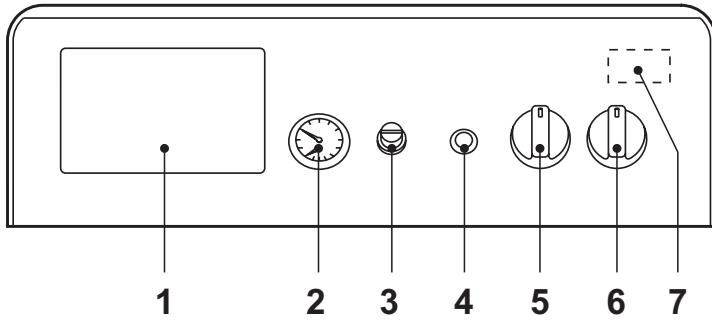

рис. 1 - Панель управления
- Установите главный выключатель "6" в положение 1 (рис. 1).
- Если котел оборудован электронным терmostатическим блоком управления, установленным в положении 1 на рис. 1, пользователь должен также соблюдать инструкции, предоставляемые изготовителем данного блока.
Задайте с помощью термостата температуру воздуха в помещении нужную температуру внутри помещения. По команде от комнатного термостата котел нагревает воду в системе отопления до температуры, заданной с помощью термостата регулировки котла 5 de рис. 1. При достижении в помещении желаемой температуры котел выключается.
При заполнении холодной системы отопления, давление воды, контролируемое по показаниям установленного на котле водомета поз. 2 на рис. 1, должно составлять примерно 1,0 бар. Если во время работы давление воды в системе упало (из-за испарения растворенных в воде газов) до величины ниже вышеуказанного минимума, пользователь должен открыть кран подачи воды и довести давление до первоначального значения. По окончанию операции всегда закрывайте кран подачи воды.